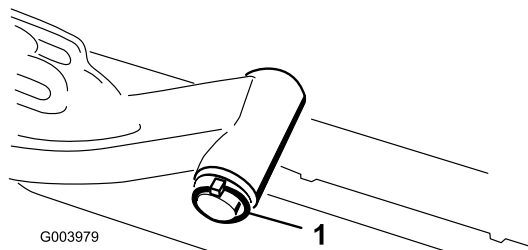

Figura 9
A. Retire o pino de sujeição e a anilha que prende o veio da articulação do braço de elevação e faça deslizar o veio de articulação do braço de elevação para fora do braço de elevação (Figura 9).
C. Insira o veio do braço de elevação no braço de elevação e prenda-o com a anilha e o pino de sujeição (Figura 9).